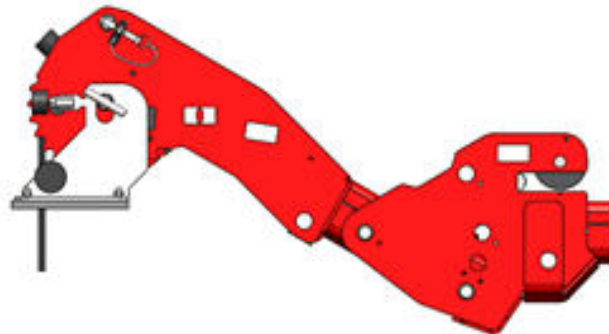

Figura 4.14 Fijación del cabezal del cabestrante o brazo manual en la pieza de ajuste
3. Ahora el cabezal del cabestrante o brazo manual se puede fijar en la pieza de ajuste con los dos pasadores (véase *Figura 4.14*).